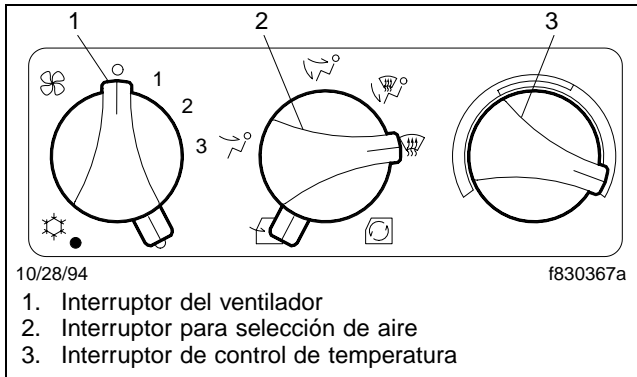

Figura 3.34, Desempaño y descongelación
Desempañado y descongelación (Vea la **Figura 3.34**)
4. Mueva el interruptor para selección de aire a la posición de descongelación (parabrisas), como se muestra en la **Figura 3.34**. En esta posición, se dirige aire seco y caliente al parabrisas.